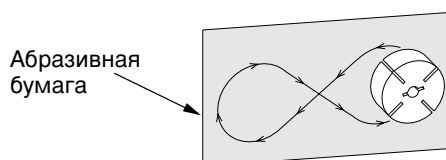

Рис. 26. Зачистка ротора абразивной бумагой
14. На плоскую поверхность положите лист мелкозернистой абразивной бумаги (зернистость 600). Без нажима проведите четыре раза ротором по бумаге, описывая фигуры типа восьмерки (см. рис. 26).